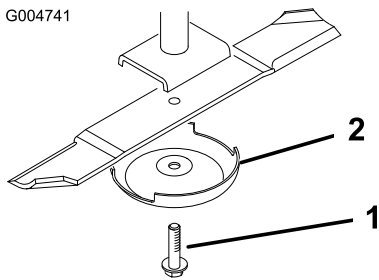

Bild 144
4. Halten Sie das Ende des Messers mit einem dicken Handschuh oder Tuch fest und entfernen Sie die Messerschraube, Antiskalpierkuppe und das Messer von der Spindelwelle (Bild 144).